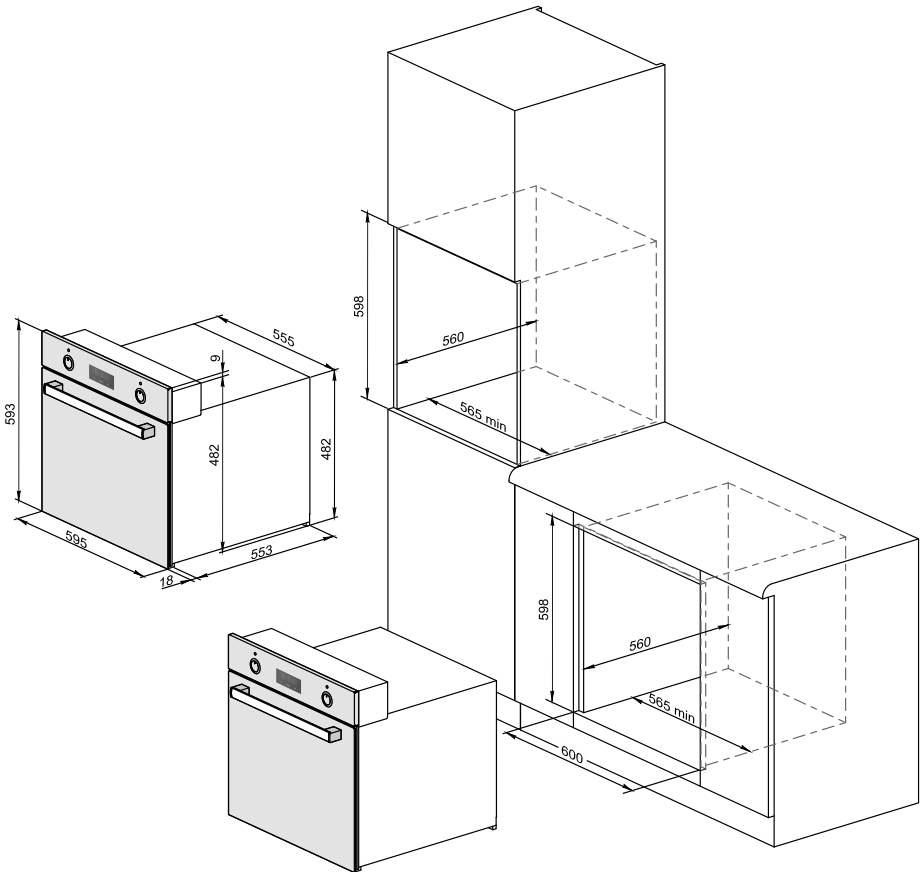

рис. 1
- Духовой шкаф устанавливается в нишу в кухонной мебели (см. рис. 1).
- Размеры между различными частями духового шкафа и окружающими его предметами показаны на рис. 1.